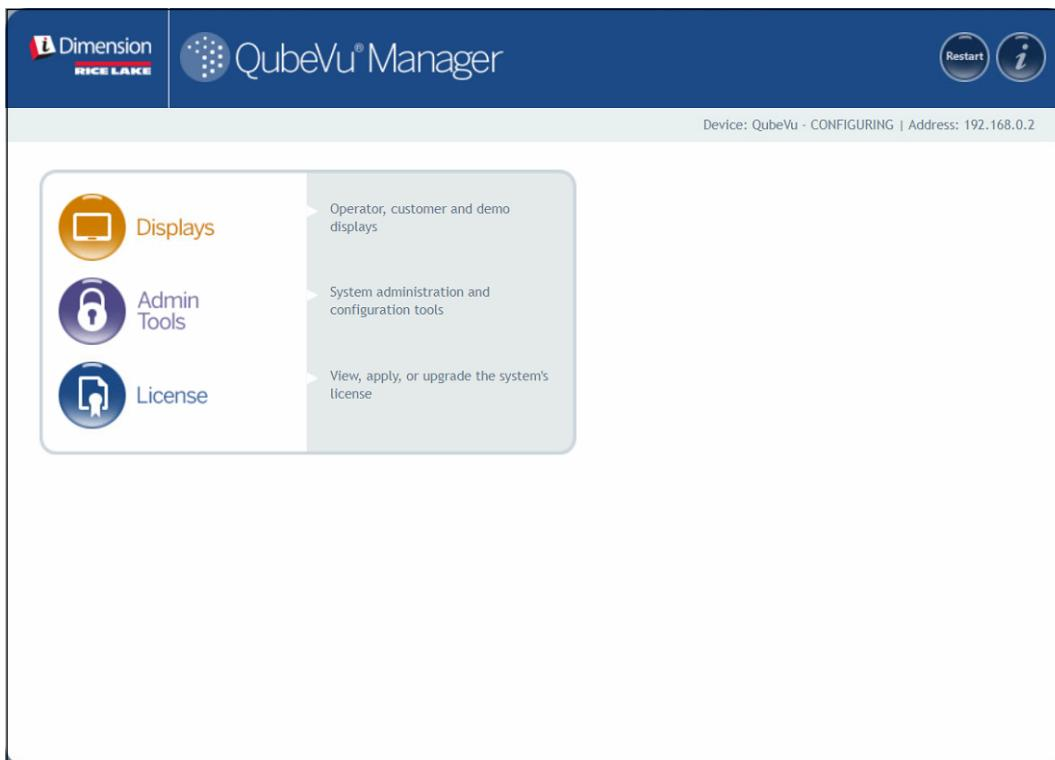

Figura 2-1. Home page di QubeVu Manager
- Selezionare  **Displays** nel menu **QubeVu Manager** (Figura 2-1 a pagina 9) per accedere al menu **Display Pages** (Pagine Display)